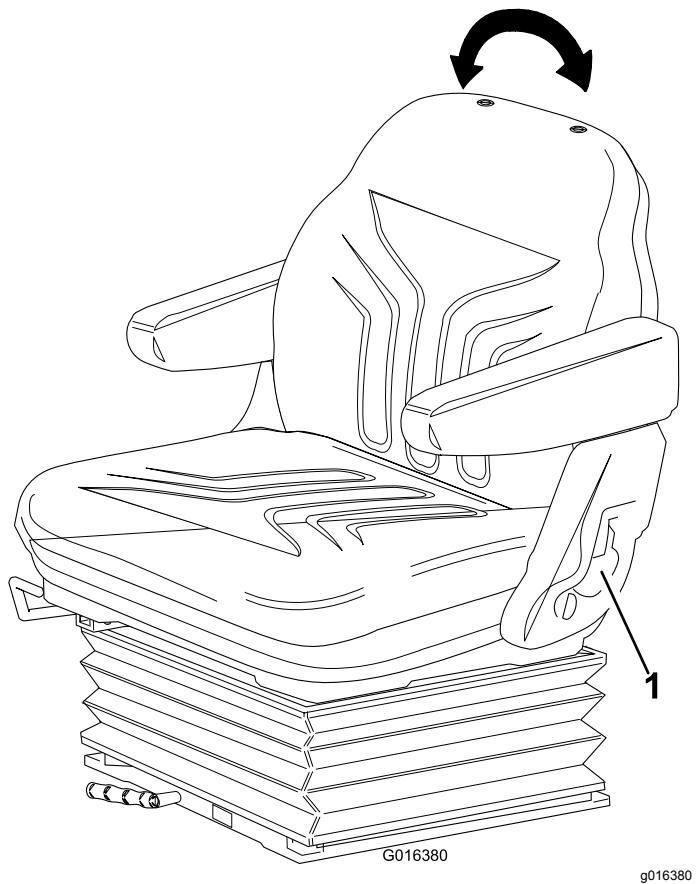

Figura 14
- **Regolazione dello schienale:** Tirate la maniglia verso l'esterno per regolare l'angolo dello schienale del sedile. Lasciate andare la leva per bloccare lo schienale del sedile in posizione (Figura 14).